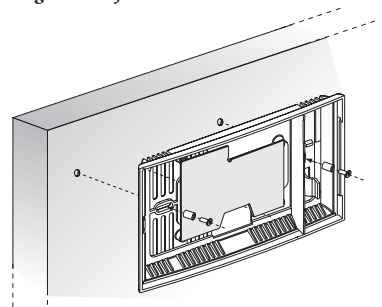
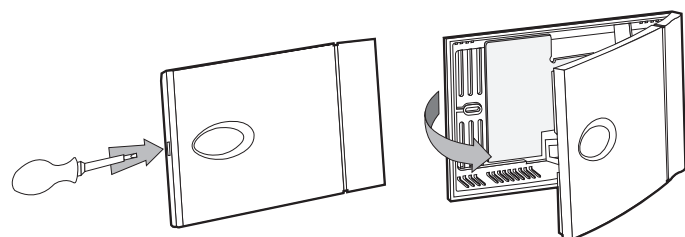

Fig.1
Fig.2
Per l'apertura della sonda si procede come indicato (fig. 2) e per il montaggio come in fig. 1:
- Avvertenze: per non danneggiare il sensore e le connessioni durante il montaggio e per evitare la messa a terra della schermatura del sensore si consiglia l'uso dei distanziali (fig. 1).
To open the probe, proceed as shown (Fig. 2); for assembly see Fig. 1:
- Warning: to avoid damaging the sensor and the connections during assembly and avoid earthing the shield of the sensor, spacers are recommended (Fig. 1).